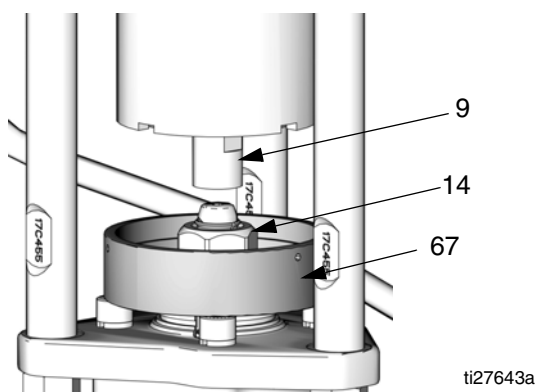

ABB. 9. Kollektor positionieren
2. Den Motor im Tippbetrieb laufen lassen, damit sich der Schieberkolben (9) nach oben bewegt und ausreichend Platz zur Montage des Kollektors (67) zwischen Schieberzylinder und Kolbenstange entsteht.
3. Siehe ABB. 9. Den Kollektor (67) über der Kupplungsmutter (14) positionieren und ihn auf die Pumpenkolbenstange aufsetzen.